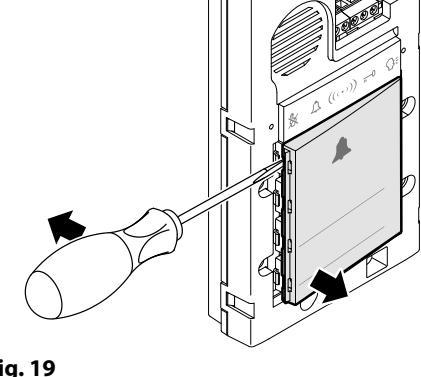

Fig. 19
1. Una volta rimosso la cornice anteriore (vedi punto 1), estrarre il cartellino facendo leva con un cacciavite piatto (**Fig. 19**).